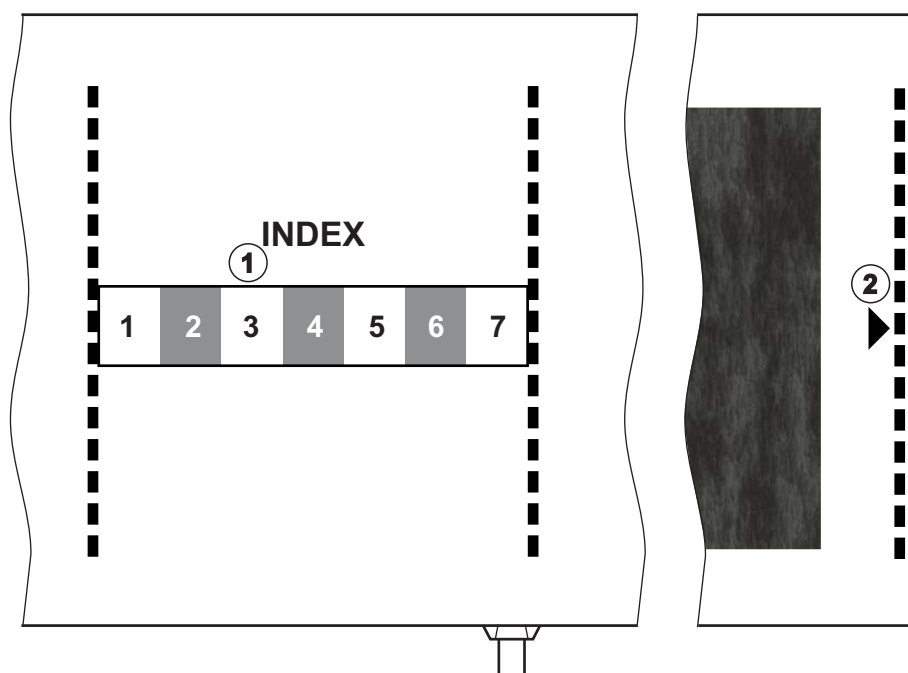

Fig. 11-4 Segni per misura del bracciale corretta
La misura del bracciale è corretta per il braccio superiore se la linea tratteggiata contrassegnata con una freccia (al bordo del bracciale, vedere Fig. 11-4, ②) si trova nell'intervallo contrassegnato con "INDEX" (①) quando il bracciale è stato applicato.